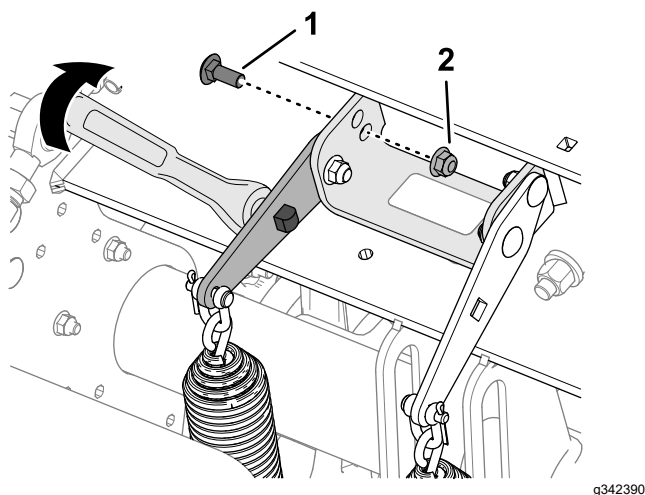

Figure 110
- Insérez un manche à rochet de ½ pouce ou une barre de levier dans le trou carré de la patte de tension du ressort (Figure 110).